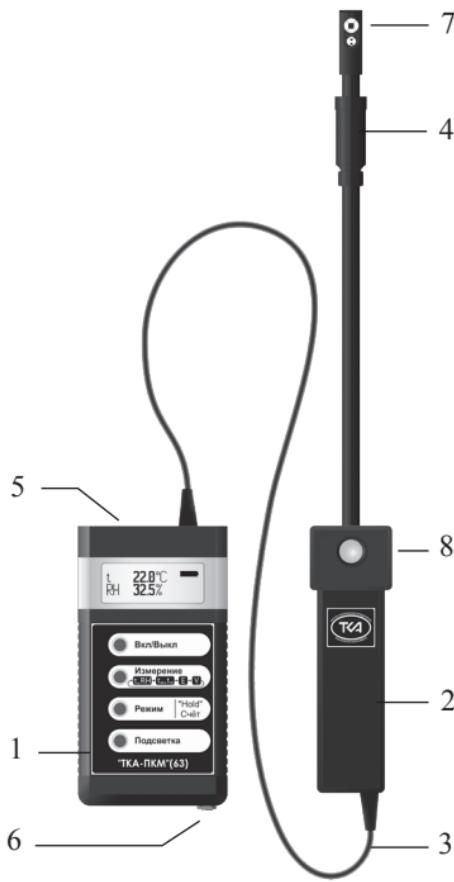

Рис.1 Внешний вид прибора “ТКА-ПКМ”(63)
5.1 Приборы комбинированные выпускаются в компактном портативном исполнении. Конструктивно прибор состоит из двух функциональных блоков: измерительной головки (ИГ) и блока обработки информации (БОИ), связанных между собой гибким многожильным кабелем (Рис.1).
Для связи с ПК в приборе установлен разъём USB (дополнительно RS232) (5, на Рис.1).
6.2.1.1 Включите прибор. Перед началом работы убедитесь в работоспособности элемента питания (аккумулятора). Если после включения прибора на дисплее появится надпись “РАЗРЯД БАТАРЕИ!”, нужно зарядить аккумулятор, для чего следует подключить к прибору через разъём на корпусе (6, Рис.1) зарядное устройство и вставить его в сеть. Прибор необходимо выключить. Время заряда ~ 16 часов. Превышение времени заряда (до нескольких суток) не приводит к ухудшению работоспособности аккумулятора.